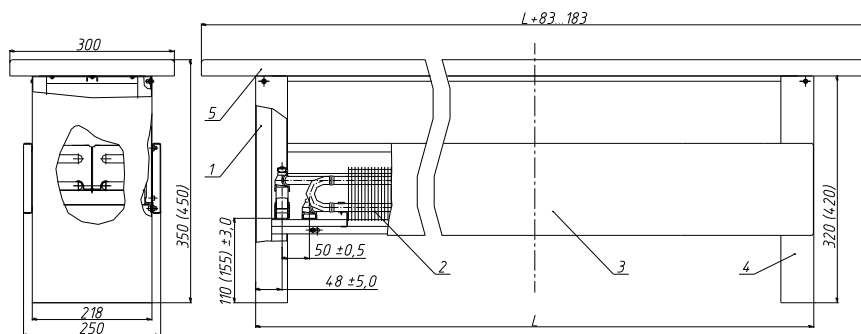
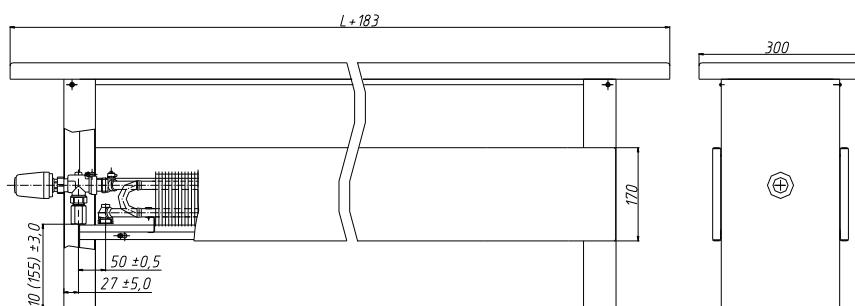

Рис. 1 Конвектор-скамья со сдвоенным тепловым пакетом нижнего подключения КС (Базовое исполнение)
Рис. 2 Конвектор-скамья со сдвоенным тепловым пакетом нижнего подключения и термостатическим клапаном КС Т2
4.1. Конвектор-скамья состоит из следующих основных частей (Рис.1):
4.2. Размеры и технические характеристики изделия представлены на Рис.1 и Рис.2 и в таблице 1